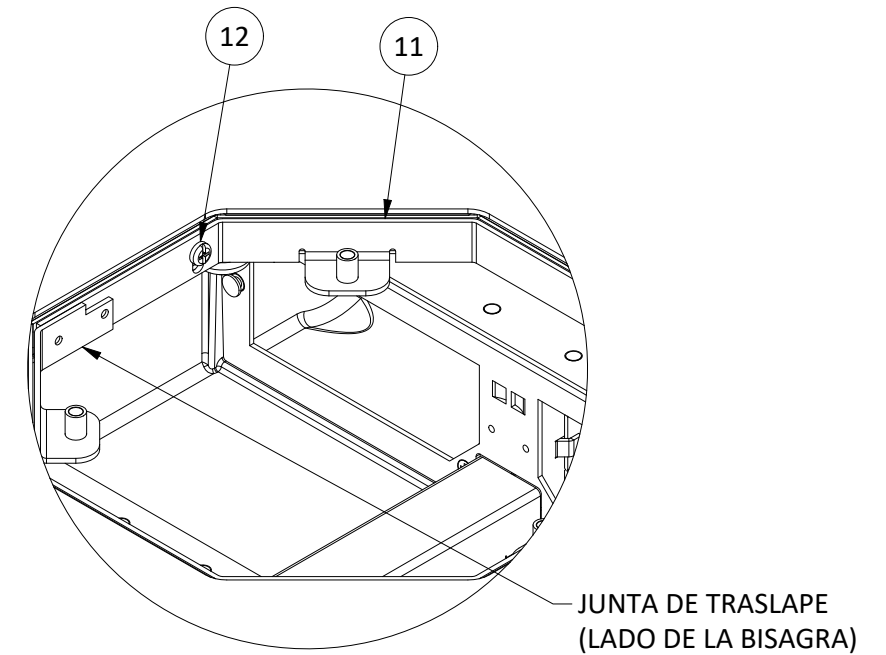

FIGURA 3
21. Selle el espacio alrededor del collarín de soporte de la cubierta [11] con un cordón continuo de sellador de silicona tipo RTV de grado eléctrico (VER FIGURA 3).